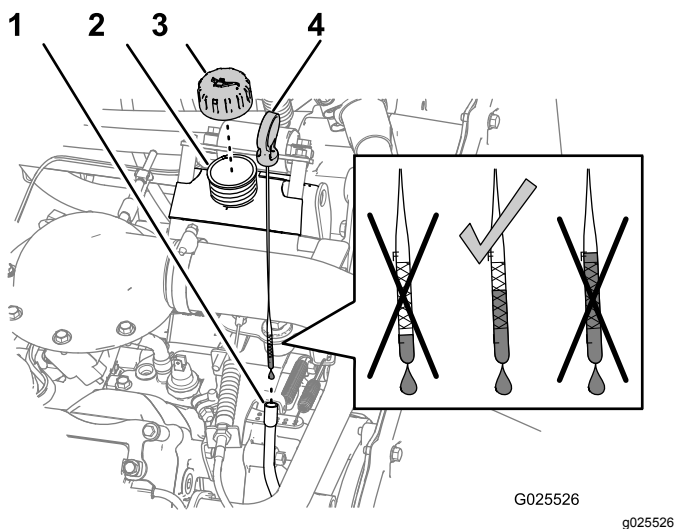

Figura 21
1. Retire la varilla y límpiela con un paño limpio (Figura 21).
- Retire la varilla y compruebe el nivel de aceite (Figura 21).
- Si el nivel de aceite es bajo, retire el tapón de llenado (Figura 21) y añada suficiente aceite para elevar el nivel a la marca Full (lleno) de la varilla.
- Instale el tapón de llenado en el cuello de llenado (Figura 21).
- Instale la varilla firmemente en el alojamiento de la varilla (Figura 21).